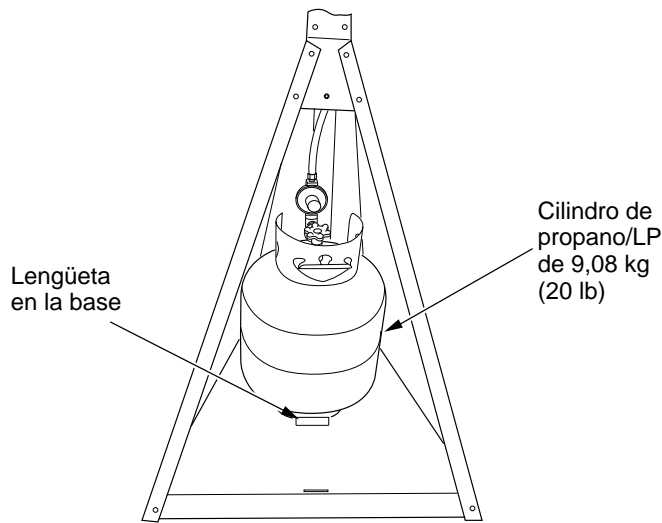

Figura 11 - Instalación del cilindro de propano/LP
11. Coloque el cilindro dentro de la base con el regulador hacia el frente del ensamblaje de la base. Asegúrese de que el collarín inferior del cilindro esté frente a la lengüeta de la base (consulte la figura 11).
3. Coloque el cilindro dentro de la base con el regulador hacia el frente del ensamblaje de la base. Asegúrese de que el collarín inferior del cilindro esté frente a la lengüeta de la base (consulte la figura 11).